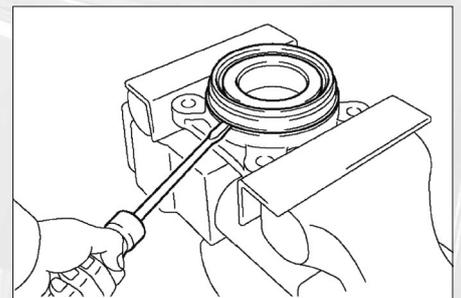

FIG. 16
- Déposer le joint torique du pivot (**fig. 16**).